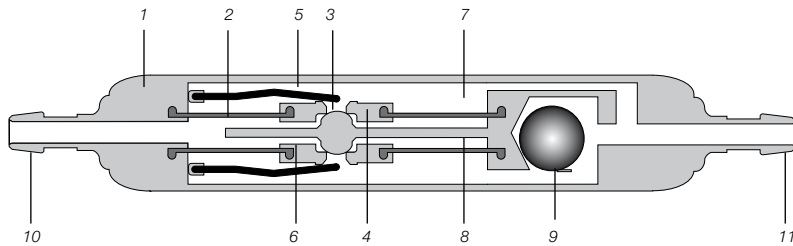

Fig. 1 Disegno schematico in sezione della **DUALSWITCH-VALVE**.
La fig. 1 mostra un disegno schematico in sezione della **DUALSWITCH VALVE**. Essa è composta da una robusta custodia in titanio (1), in cui sono integrate, mediante due membrane in silicone (2), due placchette in titanio (3). Su tali placchette agiscono due molle a staffa di diverso spessore (5), (6), che con il proprio precarico determinano la pressione di apertura. Tali molle premono le placchette contro una sfera (4) integrata nella custodia, chiudendo così il foro delle